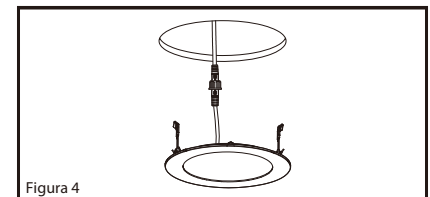

Figura 4
7. Sube los ganchos de resorte en luz empotrada hacia arriba y a través del recorte. Los ganchos de resorte deben de cerrarse sobre el techo y asegurar el panel LED empotrado en su lugar. (Figura 4)